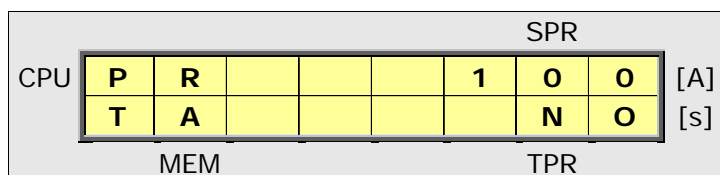

Fig.12 - Menu di impostazione TA per NO
- La configurazione dei TA per NO si effettua all'interno del menu di programmazione, come segue: premere **C.NO** e tenendolo premuto premere anche **SET** per poi rilasciare entrambi. Con la sequenza si ottiene il menu di Fig.12.